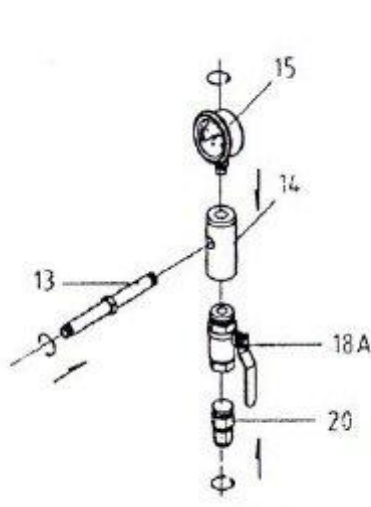

Figure 1
1. Tout d'abord, reportez-vous à la Figure 1. Montage du collecteur d'admission (14). Installez le manomètre (15) sur l'extrémité du tuyau d'arrivée et tournez-le de manière à ce qu'il soit clairement visible en haut du réservoir. Installez ensuite le papillon des gaz (18-A) au bas du tuyau d'admission. L'étape suivante consiste à monter le connecteur (20) sur le papillon des gaz. Installez ensuite le tube de raccordement (13) sur le côté du câble.